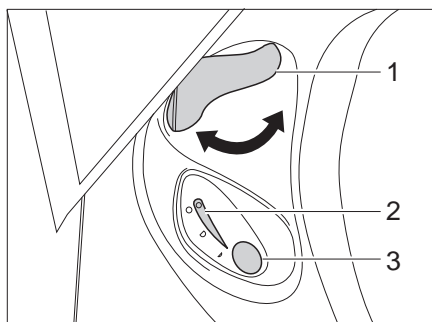

Bild 162 Reglage Thetford-toalett
- Öppna spjället på Thetford-toaletten före spolning. Därtill vrids spjällspaken (Bild 162,1) moturs.
- För att spola, tryck på den blå spolknappen (Bild 162,3).
- Efter spolning stängs spjället. Därtill vrids spjällspaken (Bild 162,1) medurs.
Kontrollampan (Bild 162,2) lyser när Thetford-kassetten måste tömmas.
- Spjällspaken (Bild 162,1) vrids medurs. Spjället stängs. För att kunna tömma toaletten **måste** spjället vara stängt i Thetford-toaletten.
Kontrolllampan (Bild 162,2) lyser när Thetford-kassetten måste tömmas.